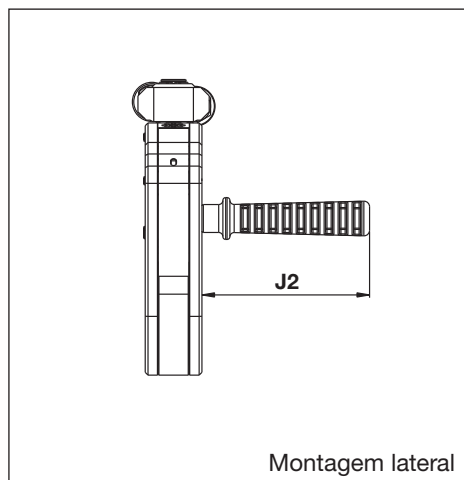

Fig. 26
6.1.4 Dimensões, Manípulo Direito de Posicionamento Série SWH (fig. 26 - acessório opcional)